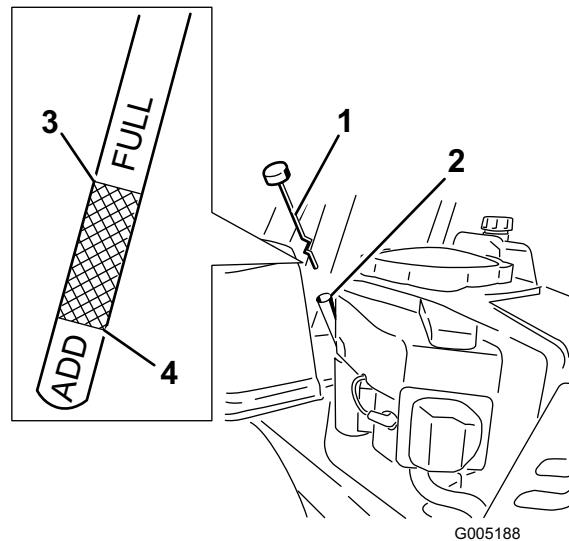

Figure 23
4. Dévissez et retirez la jauge ; essuyez-la sur un chiffon (Figure 23). Réintroduisez la jauge dans le tube jusqu'à ce que le capuchon repose sur le tube. Ne vissez pas le capuchon sur le tube.
5. Sortez de nouveau la jauge et vérifiez le niveau d'huile. (Figure 23). Le niveau d'huile doit atteindre mais ne pas dépasser le repère maximum ("F" ou "FULL") sur la jauge.
8. Enlevez le bouchon de remplissage/la jauge (Figure 23).
14. Versez avec précaution environ 80% de la quantité d'huile spécifiée dans le goulot de remplissage (Figure 23)
15. Remettez le bouchon de remplissage/la jauge en place (Figure 23).
16. Vérifiez le niveau d'huile (Figure 23) (voir Contrôle du niveau d'huile).
18. Remettez le bouchon de remplissage/la jauge et serrez à fond (Figure 23).